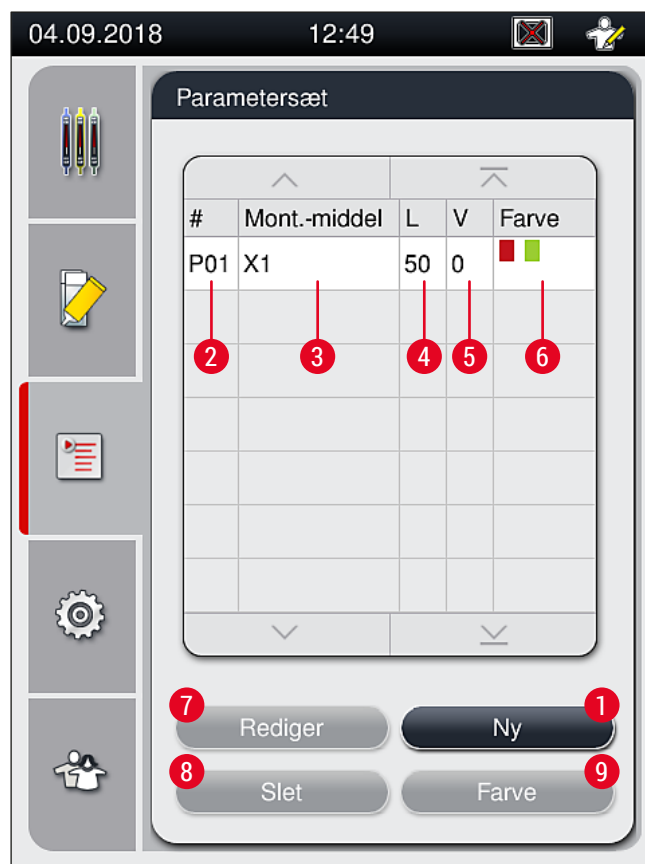

Fig. 42
- Parametersætmenuen (→ Fig. 42) gør det muligt for brugeren at oprette nye parametersæt, ændre eksisterende parametersæt eller tildele en stativhåndtagsfarve til et parametersæt. Oprettelse eller ændring af et parametersæt kræver brugerstatussen **supervisor** og er kun muligt, hvis der ikke er stativer i instrumentet, og instrumentet ikke bruges.
- ✓ Det nyoprettede parametersæt gemmes nu og kan vælges i parametersætmenuen (→ Fig. 42).